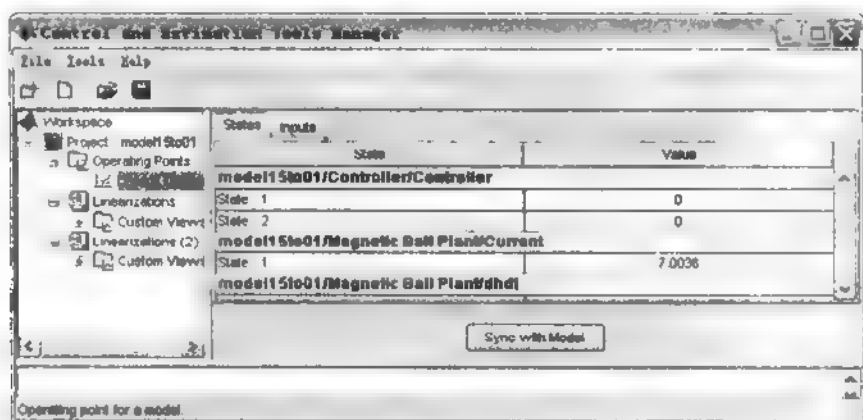

图 15.11 Default Operation 节点
(1) 在 Control and Estimation Tools Manager 窗口中选择 Operating Points 下的 Default Operation 节点，如图 15.11 所示。